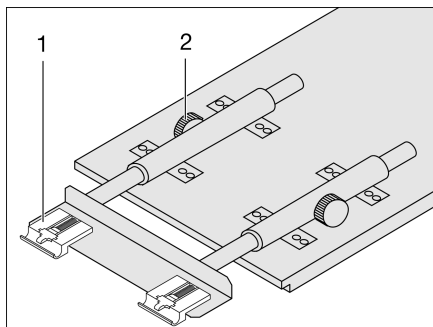

Fig. 92 Agrandir la table suspendue
- Desserrer les vis moletées (Fig. 92,2).
- Soulever légèrement le plateau de table à l'avant et l'extraire jusqu'à la butée. La rallonge de table (Fig. 92,1) est complètement sortie.
- Soulever légèrement le plateau de table à l'avant et le repousser jusqu'à la butée. La rallonge de table (Fig. 92,1) est complètement rentrée.